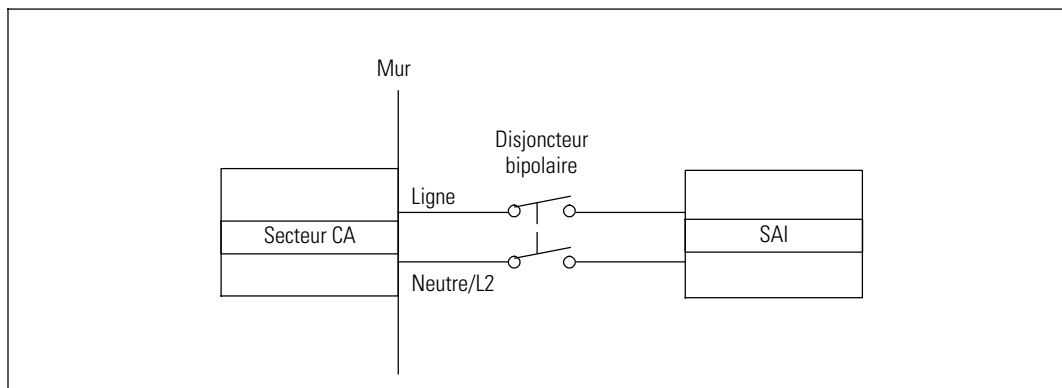

Figure 19. Schéma du disjoncteur
- Le système de protection requiert un dispositif de déconnexion bipolaire entre la sortie de l'onduleur et la charge (voir Figure 19)